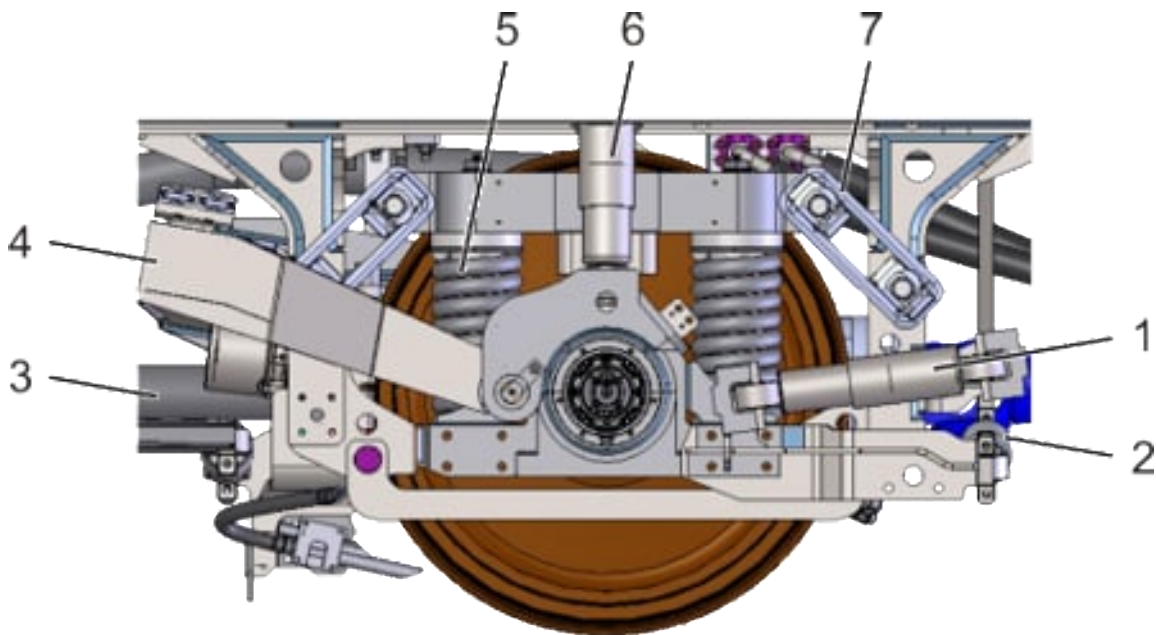

Abb. 7: Fahrwerk
Die Anlenkung des Fahrwerkes am Fahrzeugrahmen erfolgt über eine Schakenaufhängung, siehe Abb. 7 (7). Zur Dämpfung befinden sich zwischen jedem Radsatzlagergehäuse und dem Fahrzeugrahmen ein Vertikaldämpfer (6) sowie Querdämpfer (2) und Längsdämpfer (1) als Schlingerdämpfer.